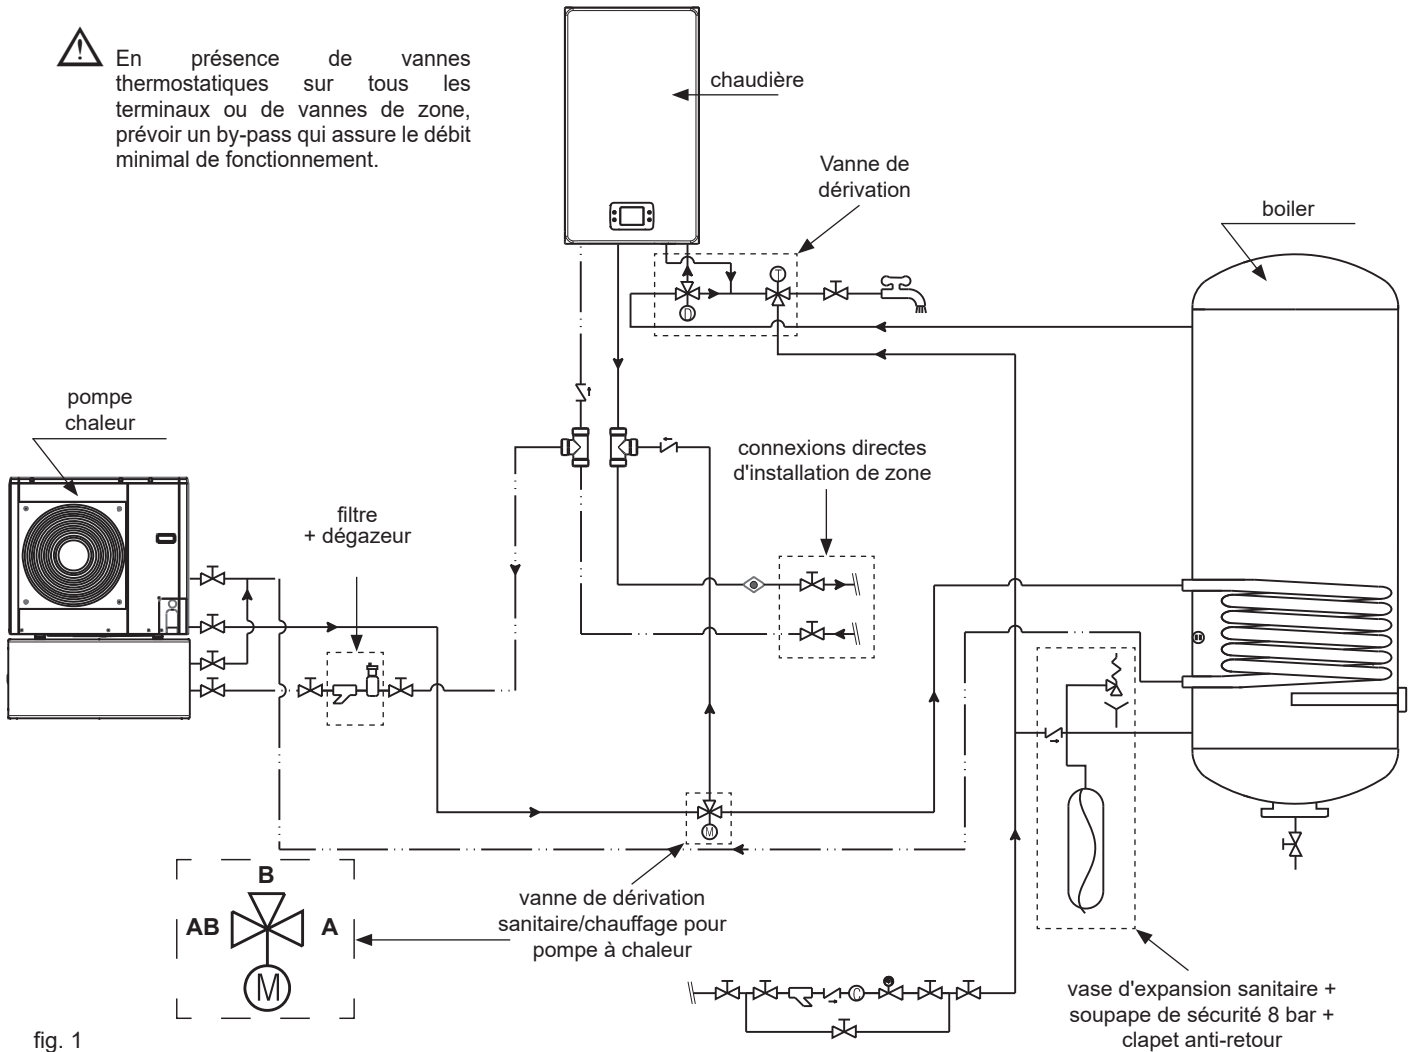

fig. 1
- Positionner la vanne de dérivation comme indiqué sur le schéma hydraulique (fig. 1).